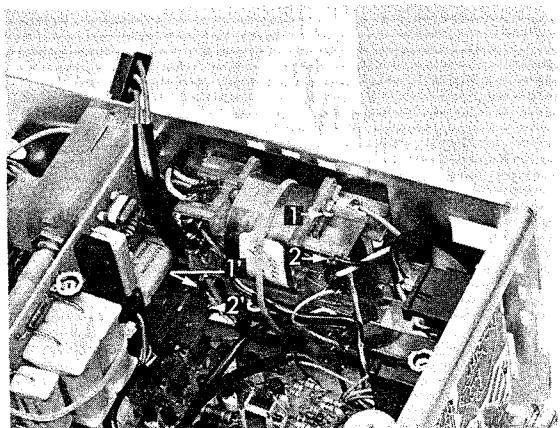

Abb. 2.8. Anordnung der Thermosicherungen
- Sicherung I (Abb. 2.8.): Sicherungsdrähte 1 und 2 ablöten.
- Sicherung II (Abb. 2.8.): Netztransformator (siehe Abschnitt 2.3.9.) ausbauen und die Sicherungsdrähte 1' und 2' ablöten.
| Fig. 2.8 | Fuse location | 25 |